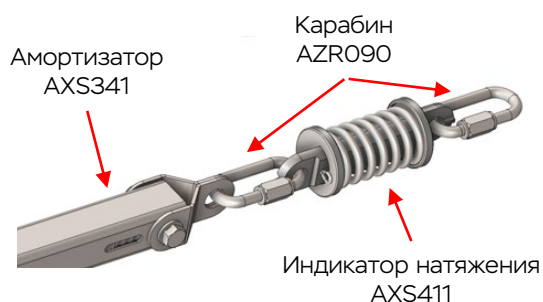

Рис. 7. Присоединение индикатора натяжения арт. AXS411
5. Присоединить к амортизатору арт. AXS341 индикатор натяжения арт. AXS411 (входит только в состав линии АКЦИОС С арт. AXSC012, AXSC020, AXSC026; если индикатора натяжения нет в составе линии, то к амортизатору арт. AXS341 следует присоединить индикатор срыва арт. AXS410, п. 6) с помощью карабина (рис. 7). Проверить запирание муфты карабина в соответствии с п. 4.